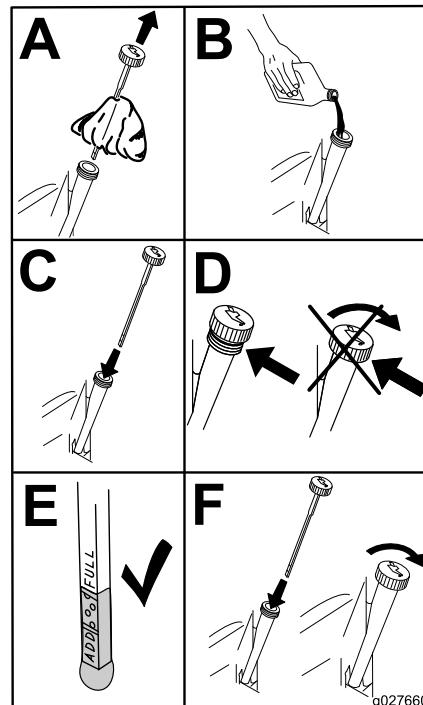

Bild 58
5. Gießen Sie langsam ungefähr 80 % der angegebenen Ölsorte in den Einfüllstutzen und füllen Sie dann vorsichtig mehr Öl ein, um den Ölstand an die **Voll**-Markierung zu bringen (Bild 58).